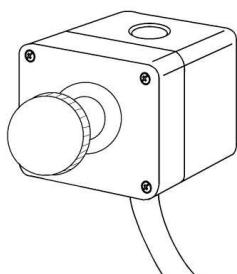

Fig 33
Arrêter la machine avec le bouton "O" rouge (B) ou avec le bouton d'arrêt à distance (Fig 33).